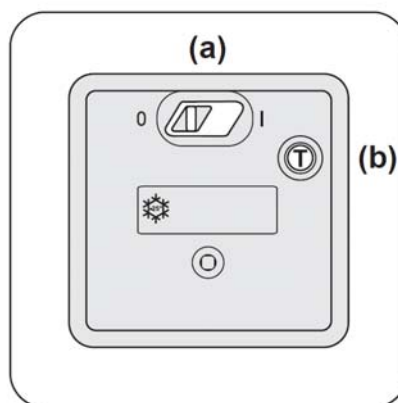

Figura 1
- Colocar interruptor ((a), figura 1) en posición I.
- Conectar interruptor de protección FI ((a), figura 1) (Posición **I**).
- Presionar la tecla de prueba **T** ((b), figura 1).